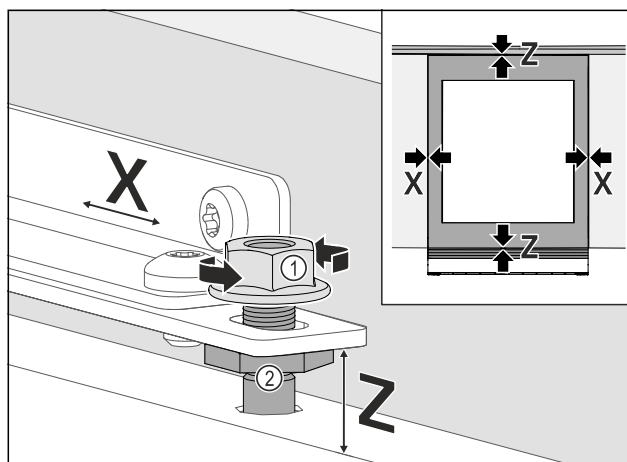

Fig. 94
- Sideveis justering av møbeldøren: Løsne kontramutteren Fig. 94 (1), flytt møbeldøren i X retning.
- ▶ Trekk til kontramutterne Fig. 94 (1).
- ▶ Juster møbeldøren i høyden **Z** og i sideveis helling: Still inn justeringsbolten Fig. 94 (2).